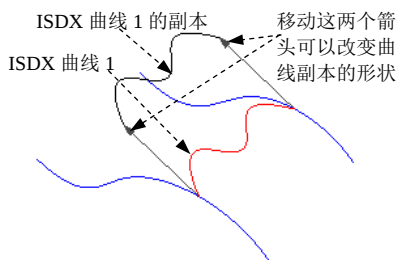

图 10.3.61 按比例复制
(3) 在 **样式** 操控板中选择 **曲线** ▾ ➡ **按比例复制** 命令, 然后在操控板中选中 ☒ **断开链接** 复选项, 则可得到图 10.3.61 所示的 ISDX 曲线 1 的副本。